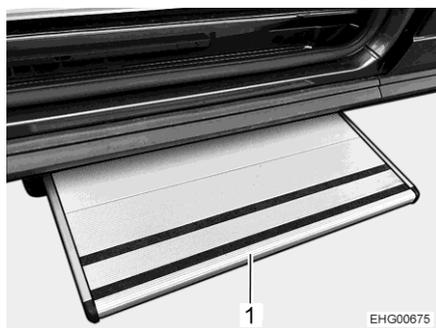

Fig. 2 Scalino di ingresso
- Spingere dentro lo scalino di ingresso (Fig. 2,1) manualmente, prestando attenzione e lentamente.